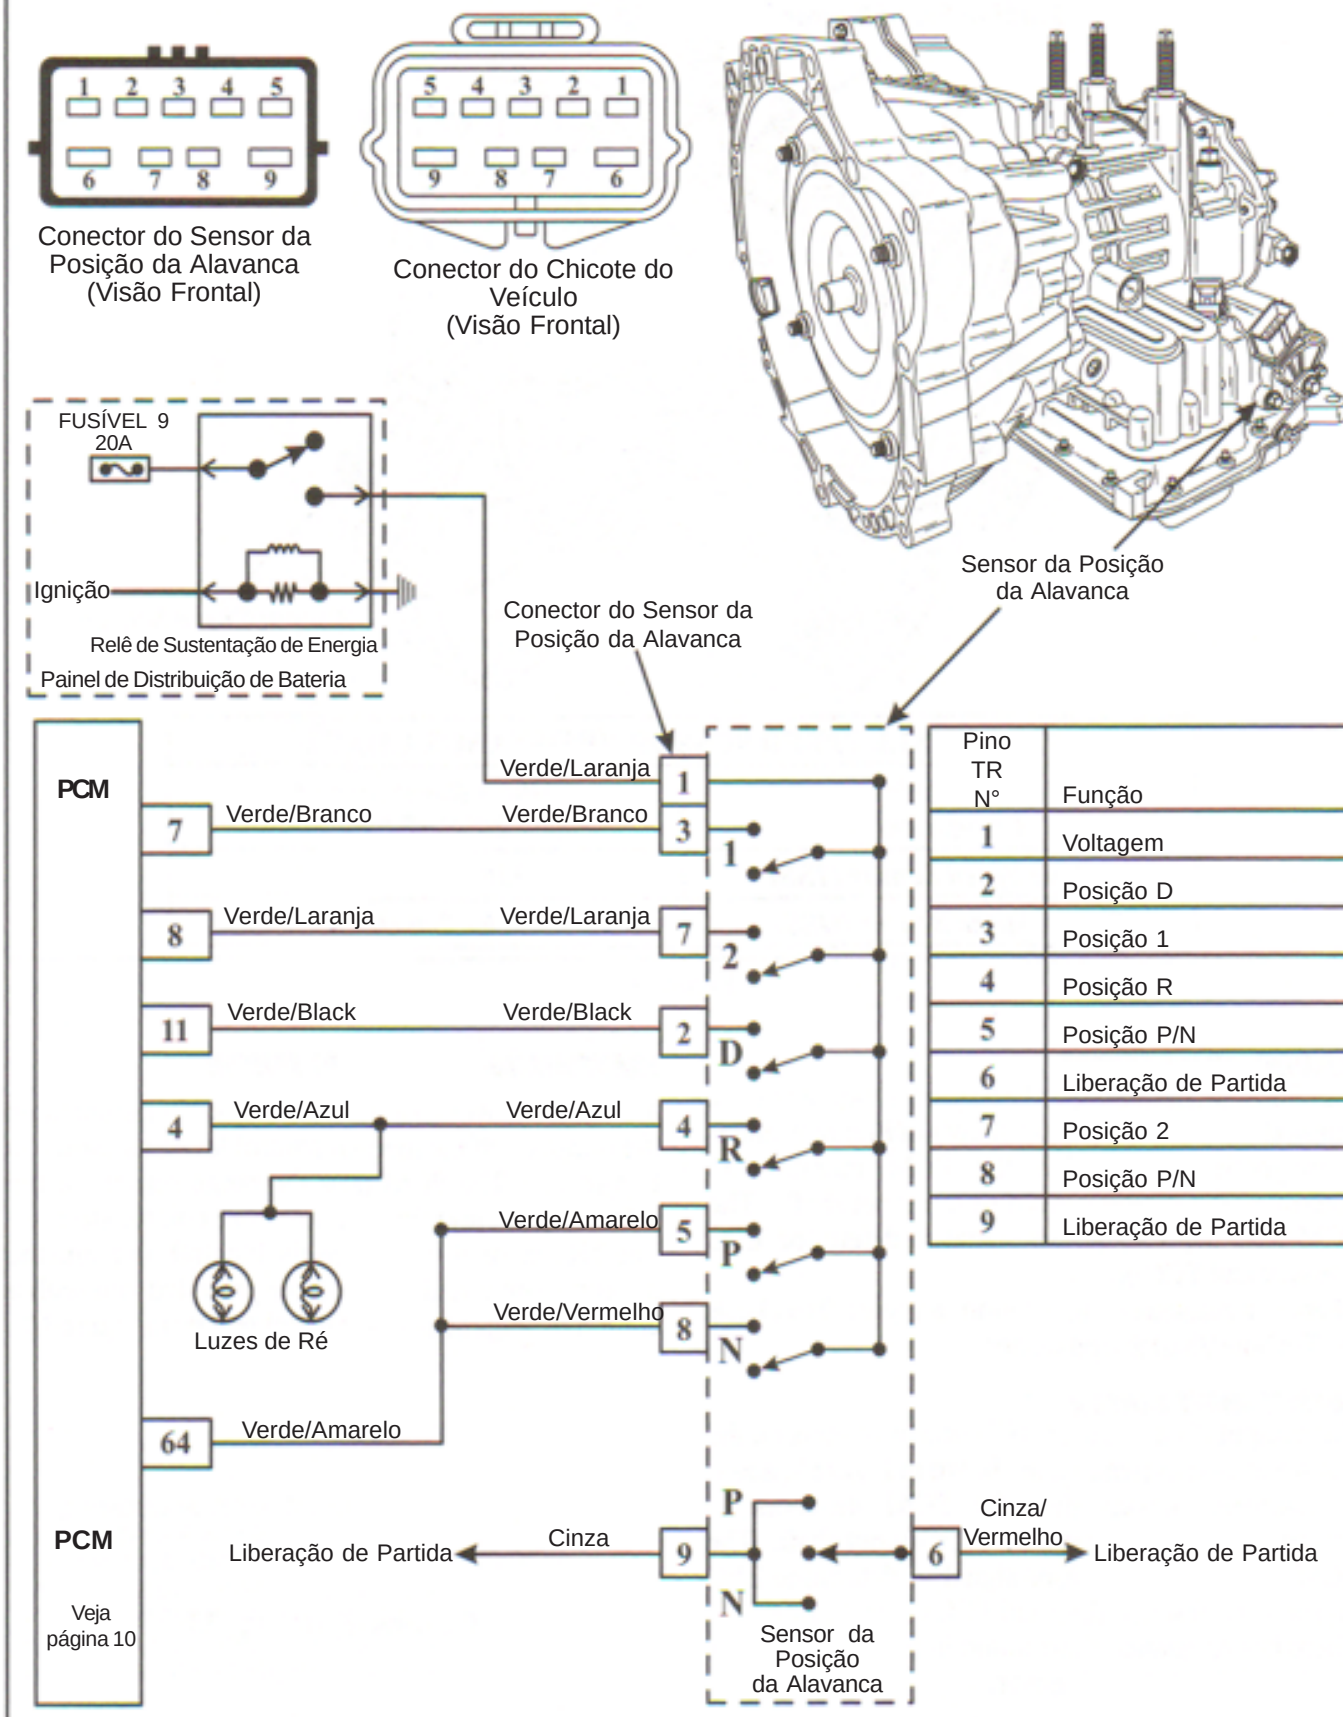

Figura 10
O Sensor da Alavanca do Câmbio (TR) está montado na alavanca da transmissão, conforme ilustrado na Figura 10. O PCM utiliza o sensor da alavanca para a marcha selecionada e para definir a estratégia de controle de pressão do EPC. O sensor TR engloba também o Neutro/Partida e os circuitos das luzes de ré. Veja o um esquema da fiação do sensor da alavanca na Figura 10.